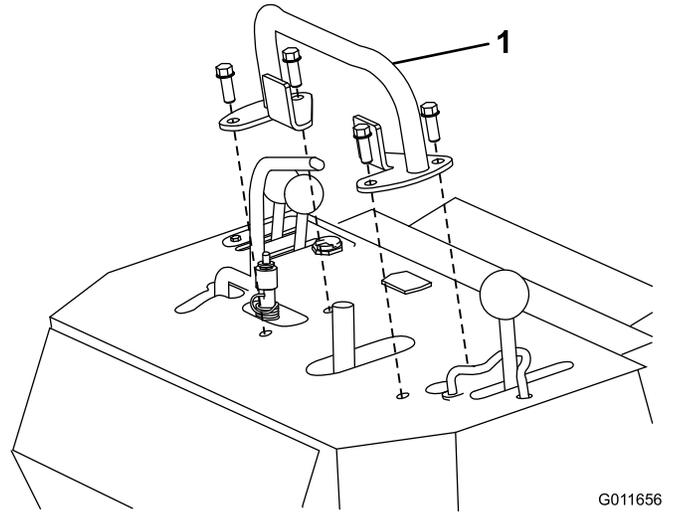

Bild 4
3. Entfernen Sie den Anschlagbügel (Bild 4)